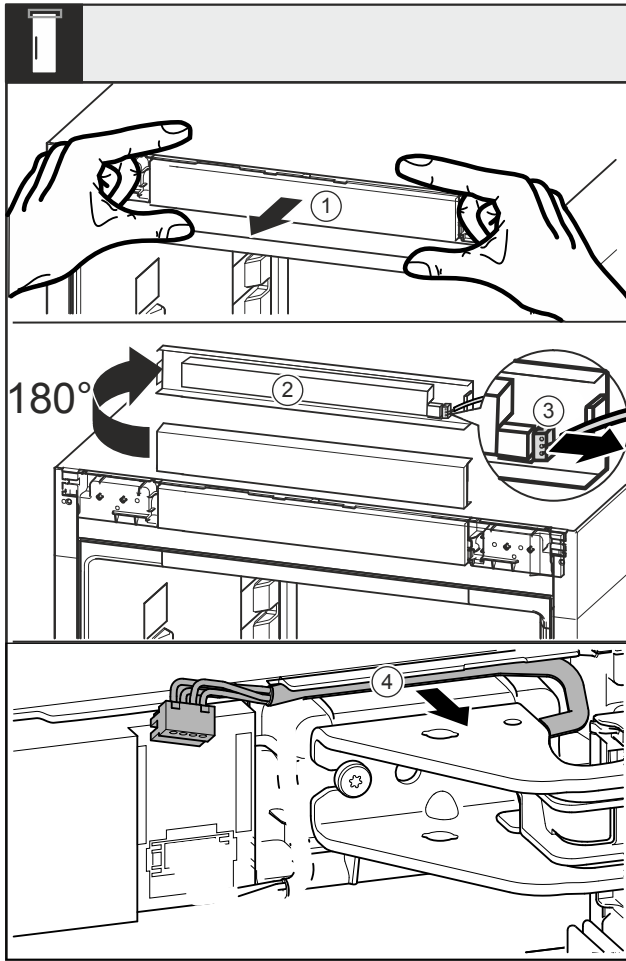

Fig. 17
- Retirer le cache Fig. 17 (1) vers l'avant.
- Tourner le cache Fig. 17 (2) de 180° vers le haut.
- Pousser l'ergot du connecteur Fig. 17 (3) vers l'arrière et retirer avec précaution le connecteur.
- Retirer le câble Fig. 17 (4) du guide par le support de palier.